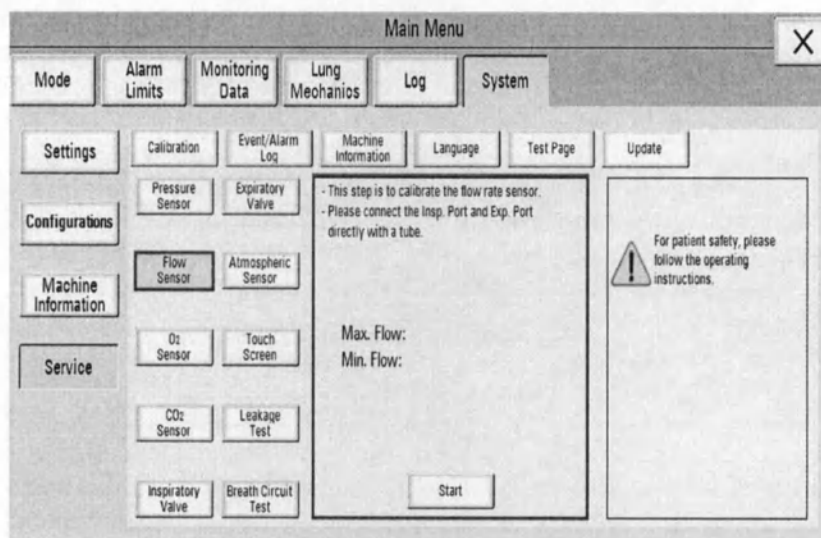

Рисунок 6-57.
2. **Калибровка датчика потока.** Нажмите кнопку «Датчик потока», чтобы открыть соответствующую страницу. Появится сообщение: «Это действие выполняется для калибровки датчика скорости потока. Соедините вдыхательный порт и выдыхательный порт напрямую трубкой», как показано на рис. 6-57.